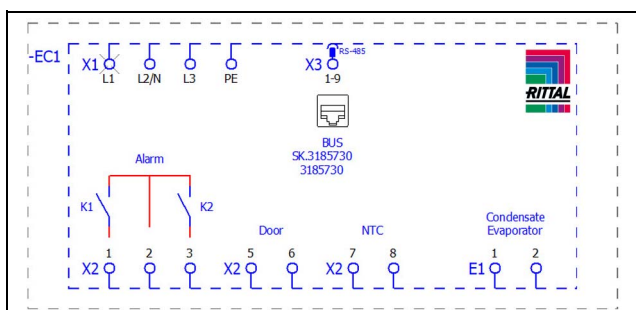

Fig. 11: Schema elettrico 3485730
- Prendere il connettore di rete fornito in dotazione e realizzare il collegamento in base al relativo schema elettrico (fig. 11).